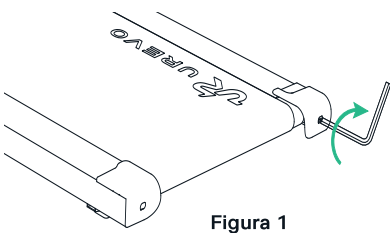

Figura 1
- Se il nastro per camminare si è spostato verso sinistra, utilizzare la chiave a brugola per ruotare la vite del rullo tenditore sinistro in senso orario di 1/4 di giro (vedi figura 1).